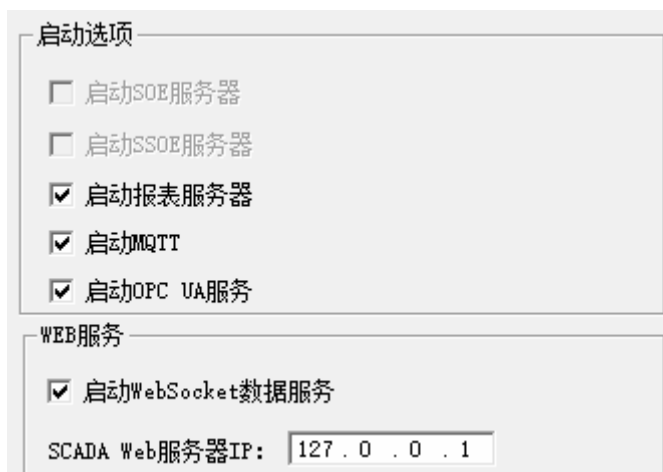

图 3-9 启动 OPC UA 服务
1. 通过开始菜单选择【开始/InPlant SCADA/系统工具/系统全局选项】，打开全局选项设置对话框，切换到“启动选项”页，勾选“启动OPC UA服务”，如图 3-9 所示，然后单击“确定”。